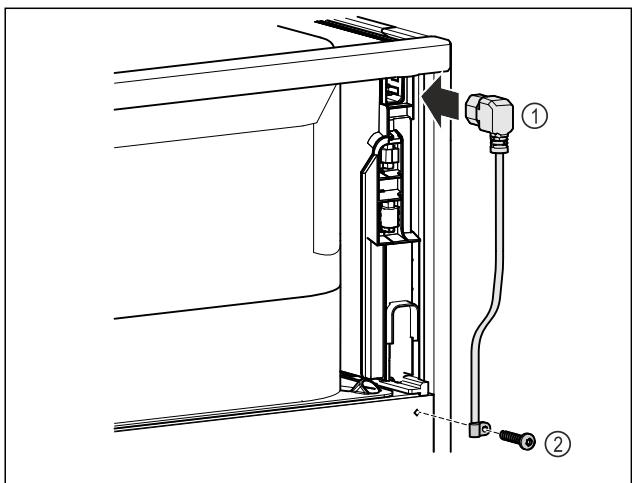

Fig. 11
- Ievietojiet tīkla pieslēguma vada vājstrāvas ierīces ligzdu Fig. 11 (1) ierīces aizmugurē.
- Uzstādīt nostiepuma atslogošanas palīgierīci. Fig. 11 (2)